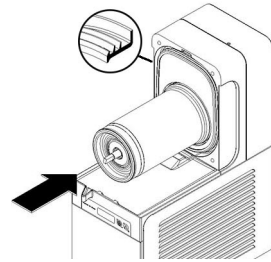

**Bild 13**
**2** Den Kolben des Ausschenkhauns, den äußeren Abstreifer und das sechseckige Verbindungsstück schmieren (an den in (Bild 13) angezeigten Punkten A, B und C), dazu ausschließlich Fett, das vom Hersteller geliefert wurde, oder ein anderes **lebensmittelechtes Schmierfett verwenden**.